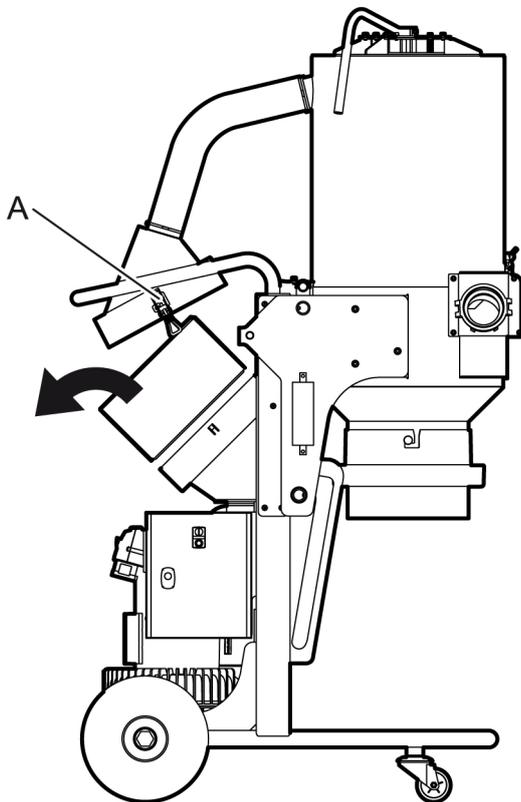

Abbildung 5-1. Herausheben des Absolutfilters
1. Lösen Sie die beiden Schnellverbindungen (A), welche den Halter des Absolutfilters festhalten. Lassen Sie Halter und Schlauch frei hängen, siehe Abbildung 5-1, Seite 24.
2. Heben Sie den Absolutfilter heraus, siehe Abbildung 5-1, Seite 24.